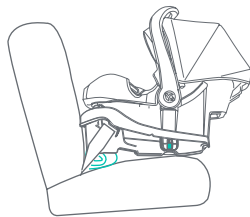
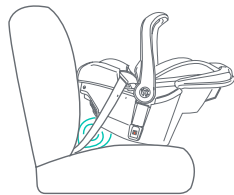

Fig. 55-1
Fig. 55-2
- Si la línea de nivel del indicador de ángulo de la silla no está paralela al suelo, o la burbuja no está centrada, usando el pie de elevación debajo de la base, coloque una toalla enrollada, una toalla doblada o un flotador de piscina debajo de la parte delantera de la base (Fig. 55-1), o en el extremo inferior de los portabebés (Fig. 55-2), para lograr la posición correcta.